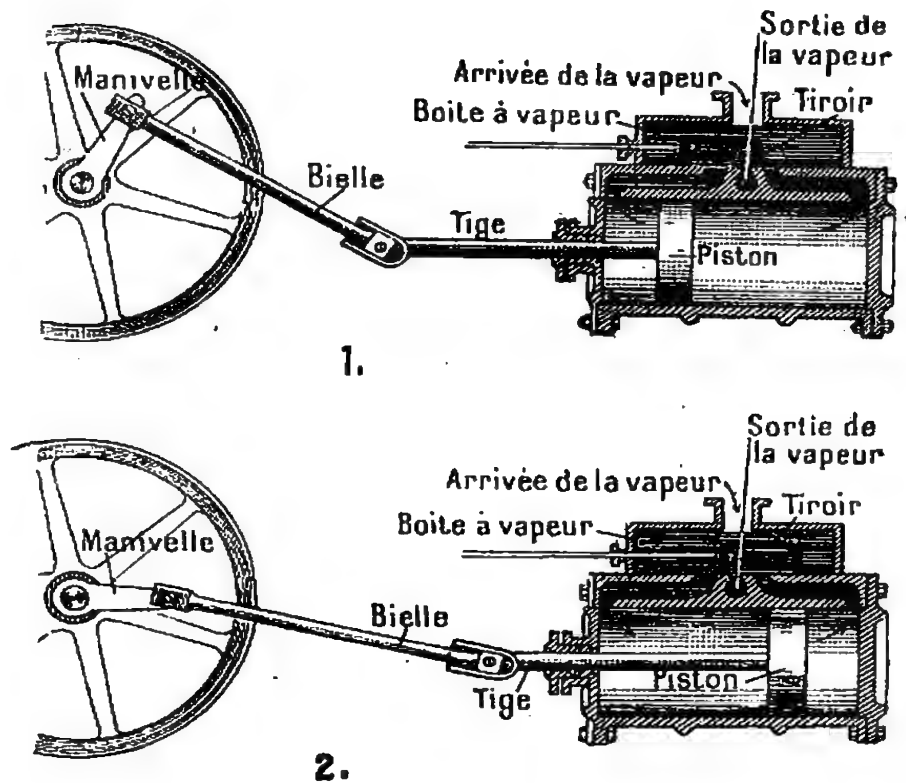

Fig. 63, 64. — Le va-et-vient du piston fait tourner les roues de la locomotive. 1, 1re phase; 2, 2e phase.
**11. Machine à vapeur.** — On utilise la force de la vapeur dans les *machines à vapeur*. La vapeur produite sous pression dans une chaudière de forme spéciale et à parois très résistantes est conduite dans un *cylindre* où se trouve un *piston*. Par le jeu d'un appareil appelé *tiroir* (fig. 63 et 64), la vapeur est distribuée tantôt au-dessus, tantôt au-dessous du piston et lui communique un mouvement de *va-et-vient*. A chaque course du piston, la vapeur qui a servi et qui est détendue est chassée vers un *trou de sortie*. Le mouvement de *va-et-vient* du piston est transformé aisément en mouvement de *rotation*. Pour cela une